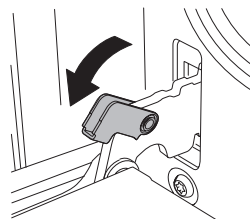

Figura 1
1. Për të hequr derën, hapeni derën në këndin maksimal. Pastaj tërhiqeni tokëzën në menteshën e derës prapa. (Figura 1)